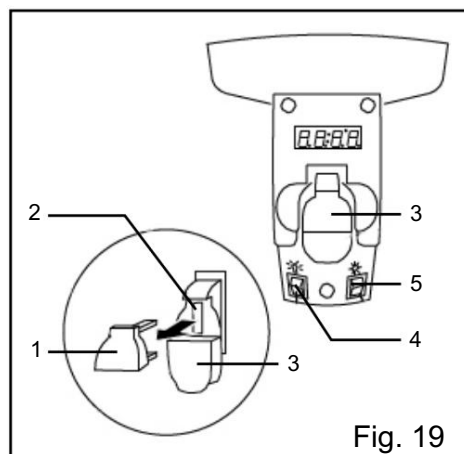

Fig. 19
INTERRUPTEUR MARCHE/ARRÊT DE LA PERCEUSE À COLONNE (FIG. 19)
1. Pour mettre la perceuse sous tension, insérez la clé de sécurité jaune (Fig. 19 - 1) dans le boîtier de l'interrupteur (Fig. 19 - 2). Par mesure de sécurité, l'interrupteur ne peut pas être mis sous tension sans la clé de sécurité.
4. Pour verrouiller l'interrupteur en position OFF, retirez la clé de sécurité (Fig. 19 - 1) de l'interrupteur. Conservez la clé de sécurité dans un endroit sûr, hors de portée des enfants.
INTERRUPTEURS MARCHE/ARRÊT DE LA LIGNE LUMINEUX ET LASER (FIG. 19)
L'interrupteur d'éclairage (Fig. 19 - 3) est situé sur le couvercle de la lampe.
L'interrupteur laser (Fig. 19 - 4) est situé sous l'interrupteur MARCHE/ARRÊT à droite.